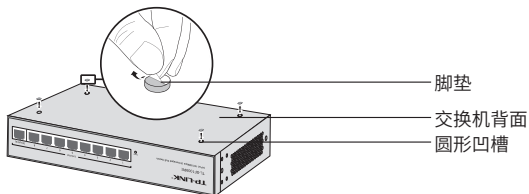

图2-1 桌面安装示意图
2. 逐个揭去4个脚垫的胶面保护纸, 分别黏贴在位于机壳底部四角的圆形凹槽中; 如图2-1所示;